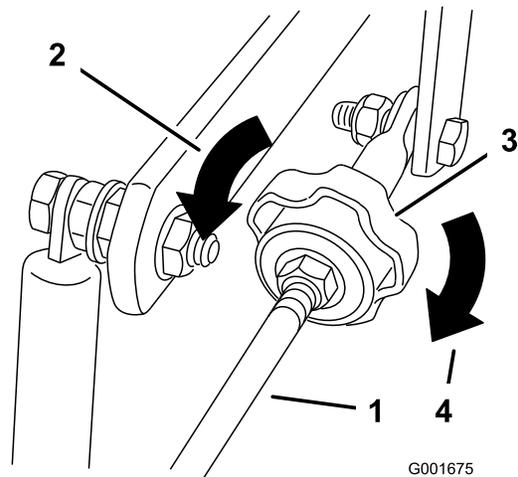

Figure 42
4. Pour que la machine tire à droite, tournez le bouton vers la droite de la machine. Voir Figure 42.
5. Pour que la machine tire à gauche, tournez le bouton vers la gauche de la machine. Voir Figure 42.